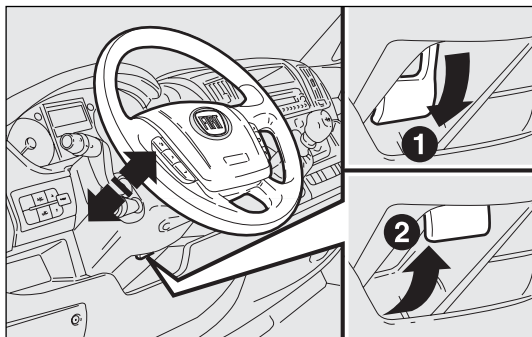

fig. 45
- débloquer le levier fig. 45 en le tirant vers le volant (position 2);